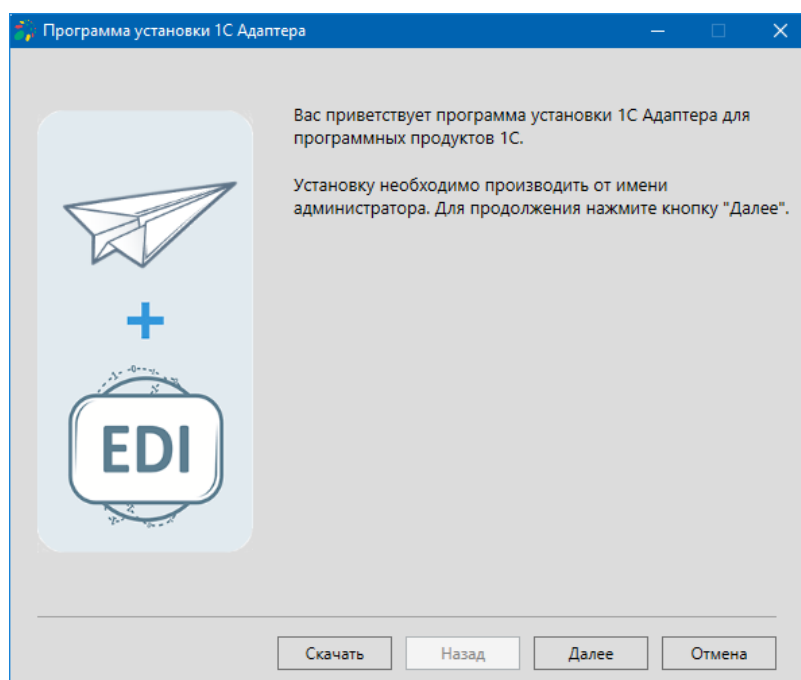

Рисунок 3 – Программа установки адаптера
3. После загрузки файлов откроется окно установки адаптера, позволяющее скачать архив адаптера или начать его установку. Рассмотрим вариант, что нужно скачать архив. Нажимается кнопка «Скачать» (рис. 3).
6. Рассмотрим вариант установки адаптера. Для продолжения установки, на приветственном окне (рис. 3), нажимается кнопка «Далее».